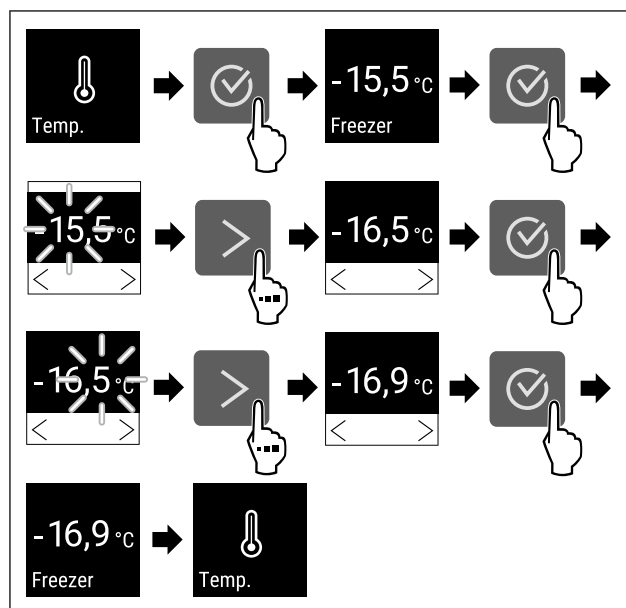

Fig. 65 Preklop temperature iz -15,5°C na -16,9°C
- ▶ Izvedite zahtevane korake (glejte Fig. 65).